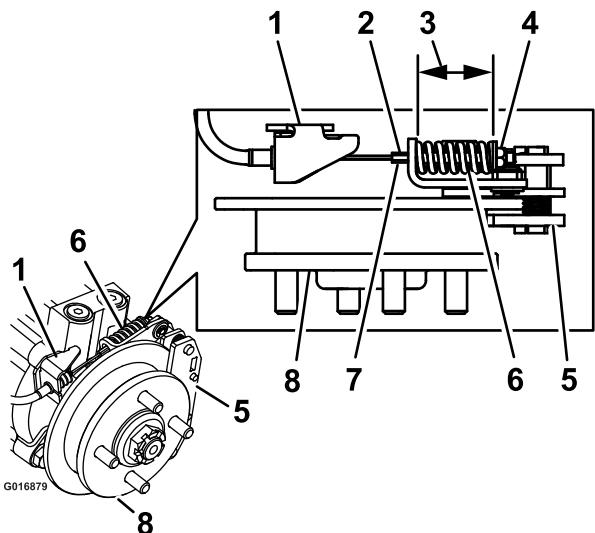

Figura 76
9. Sujete el extremo de la varilla roscada con una herramienta y ajuste la contratuerca hasta que el muelle mida de 1-1/2 a 1-9/16 pulgada (3.8 a 4.0 cm) (Figura 76). No deje que el cable gire mientras se aflojan las tuercas.